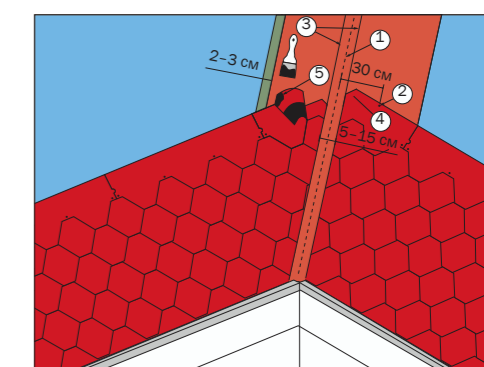

Рис. 31. Метод открытой ендовы
Рядовая черепица укладывается поверх ендовного ковра и монтируется в хаотичном порядке до линии подреза (3) в сторону оси ендовы (1) (рис. 31). Каждая черепица дополнительно фиксируется с помощью кровельных гвоздей в верхней части (2). Не следует прибивать специальные гвозди на расстоянии ближе 30 см от центральной оси ендовы (1). Так собираются две поверхности ската относительно ендовы. После чего при помощи шнуры (отбивки) отбиваются две мелованные линии (3). Затем рядовая черепица прорезается по линии 3. При этом необходимо подкладывать специальную дощечку, чтобы не повредить целостность гидроизоляционного ковра. Для отбоя воды в ендове необходимо подрезать каждую черепицу (4) и промазывать битумной мастикой ТехноНИКОЛЬ с тыльной стороны на величину 10 см в местах отсутствия самоклеющегося слоя (5).